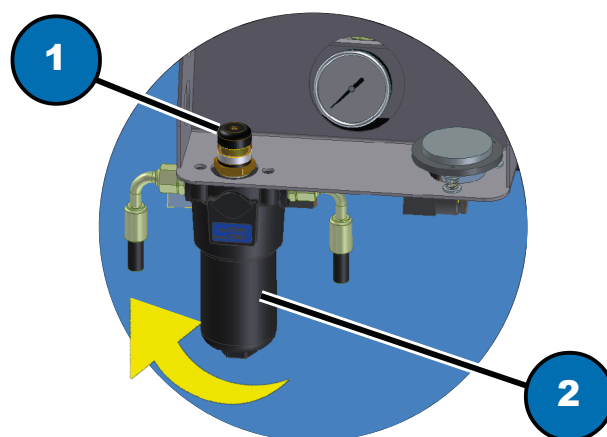

Fig. 8.3
Nelle vicinanze del serbatoio è presente un filtro (Fig. 8.3, 2). Ad ogni utilizzo verificare che l'indicatore di intasamento sul filtro (Fig. 8.3, 1) sia verde. Questo controllo deve essere effettuato in fase operativa. Nel caso in cui l'indicatore si posizioni nell'area rossa, sarà necessario sostituire il filtro.
- svitare il filtro (Fig. 8.3, 2) utilizzando, se necessario, l'apposita chiave;